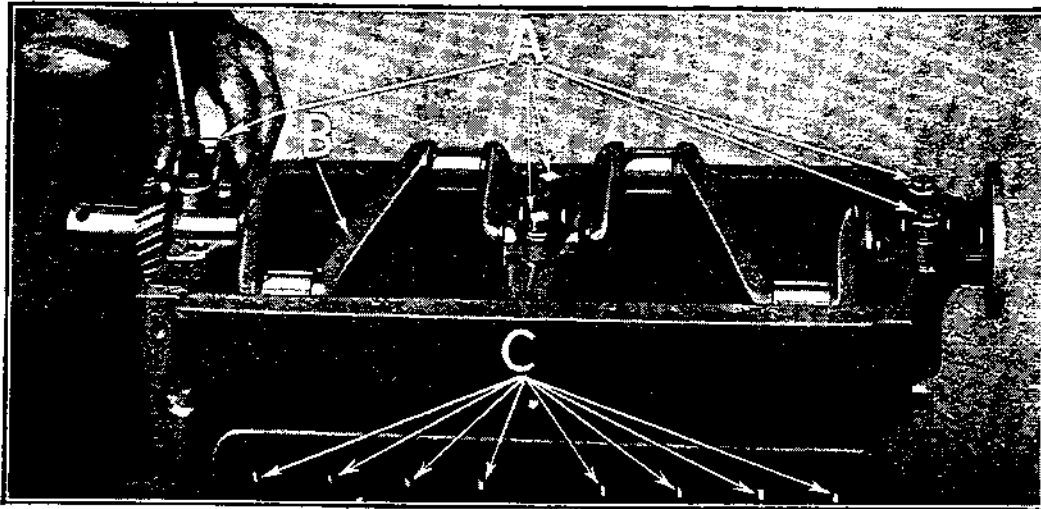

Fig. 140
**210** — Démontez les chapeaux de palier du vilebrequin en dévissant les six écrous de serrage des chapeaux et en retirant les boulons. (Voir A, fig. 140.)